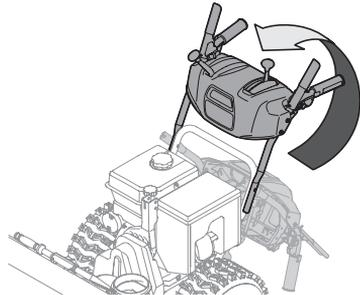

Figura 4
5. Gire la manija hacia arriba y alinee la manija inferior (Figura 4). Retire y descarte todas las bandas elásticas, si las hubiera. Únicamente se utilizan para el empaque.